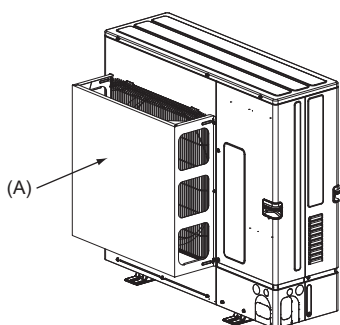

Rys. 2-3
2.3. Wymiary gabarytowe (jednostki zewnętrznej) (Rys. 2-3)